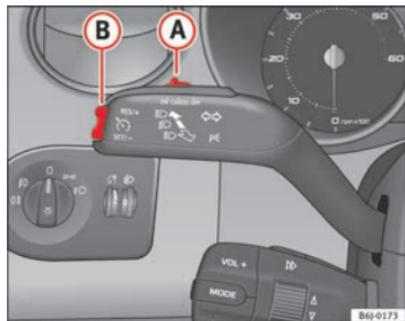

Fig. 120 Palanca de intermitentes y de luz de carretera: mando y tecla basculante para el regulador de velocidad
- Cuando se haya alcanzado la velocidad que se quiere programar, pulse brevemente la parte inferior de la tecla basculante **SET** ⇒ fig. 120 **(B)** una vez.